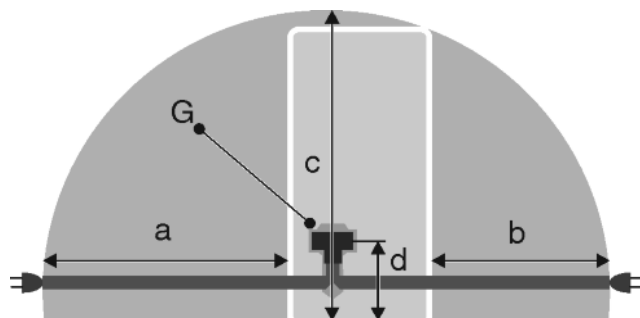

Fig. 27
- Steckdose liegt außerhalb des Geräterückseitenbereichs im gegebenen Bereich Fig. 27 (a, b, c).
- ▶ Gerätestecker Fig. 27 (G) auf der Rückseite des Gerätes einstecken. Auf richtiges Einrasten achten.